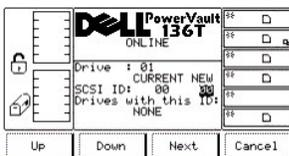

図 71. Setup > Drives > SCSI > SCSI ID New ダイアログ
- 1 **Next** ソフトキーの下にあるボタンを押すと、リストの次のフィールドがアクティブフィールドになります。図 71 を参照してください。